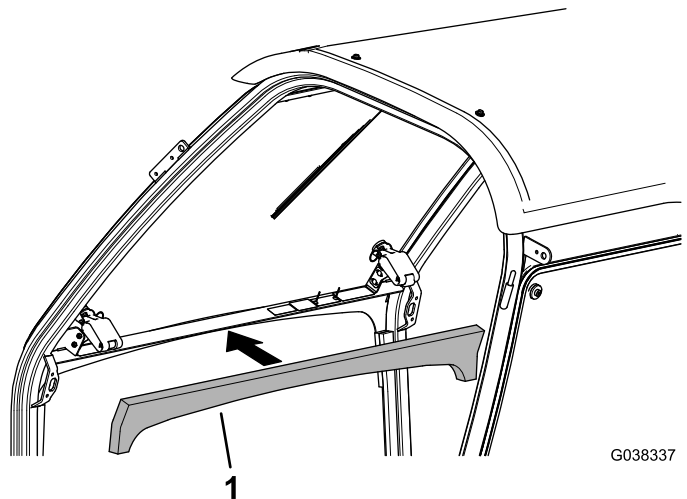

Рисунок 10
4. Установите передний уплотнитель из пеноматериала, если он еще не установлен (Рисунок 10).